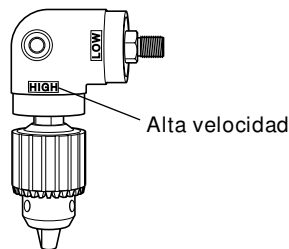

Fig. 10
- Para operar la unidad angular a alta velocidad, fije el portabrocas en el husillo de la unidad angular sobre el lado marcado "HIGH" y apriete el tornillo de fijación. En este ajuste, la velocidad de taladrado aumenta a aprox. 150% y el par de taladrado disminuye a aprox. 70% (Fig.10).